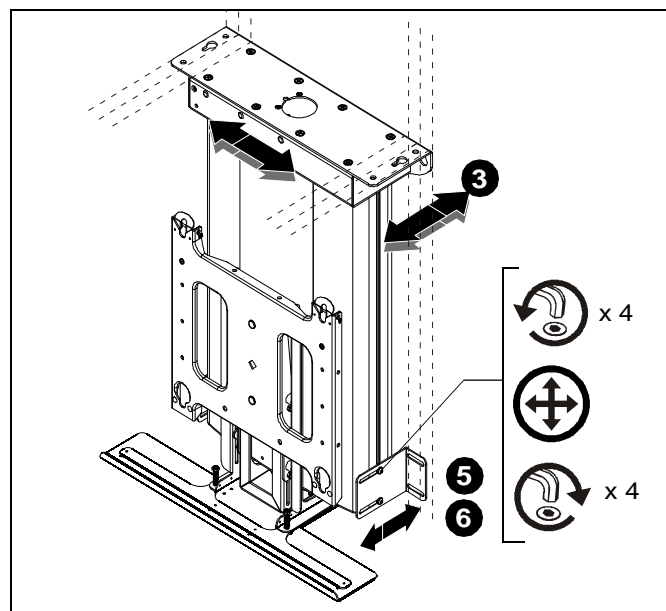

рис. 14
- Затяните четыре винта, чтобы зафиксировать положение боковых монтажных кронштейнов. (см. рис. 14)